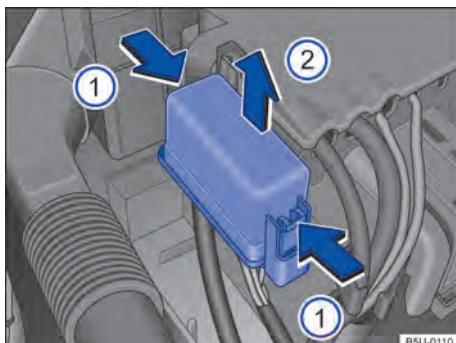

Fig. 166 No compartimento do motor: cobertura da caixa de fusíveis.
- Pressionar as travas no sentido da seta → Fig. 166 ①, para destravar a cobertura da caixa de fusíveis.
- Remover a cobertura por cima, no sentido da seta ②.
- Para a instalação, colocar a cobertura sobre a caixa de fusíveis. Pressionar a cobertura para baixo, no sentido contrário da seta ②, até que trave de forma audível.